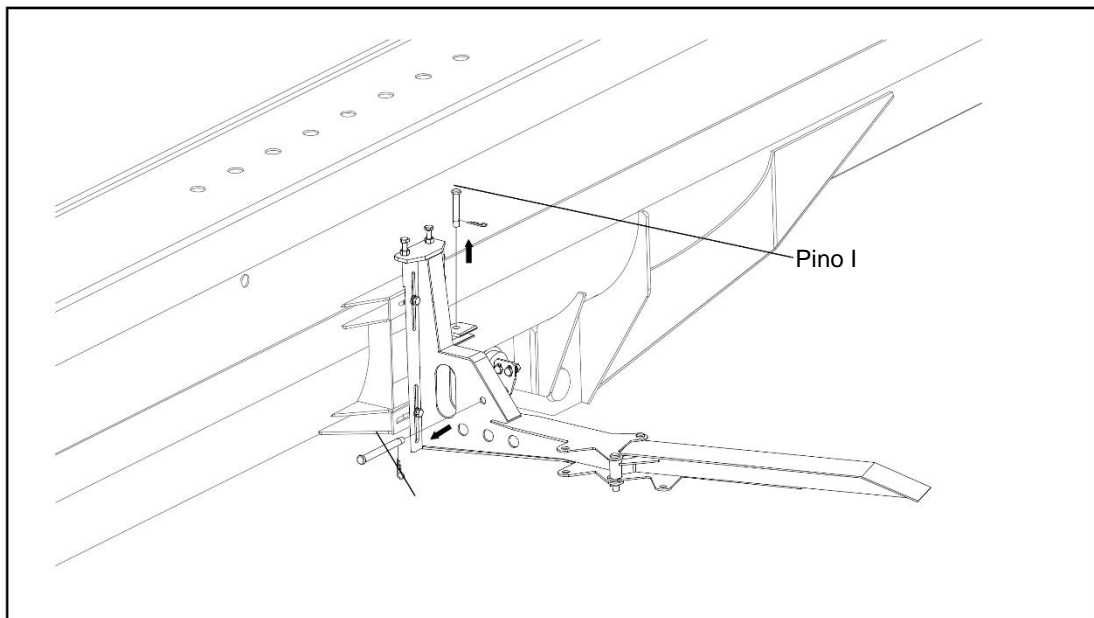

Figura 5-4 Remoção dos pinos I e II
- c) Remova os pinos I e II. Consulte a figura 5-4.